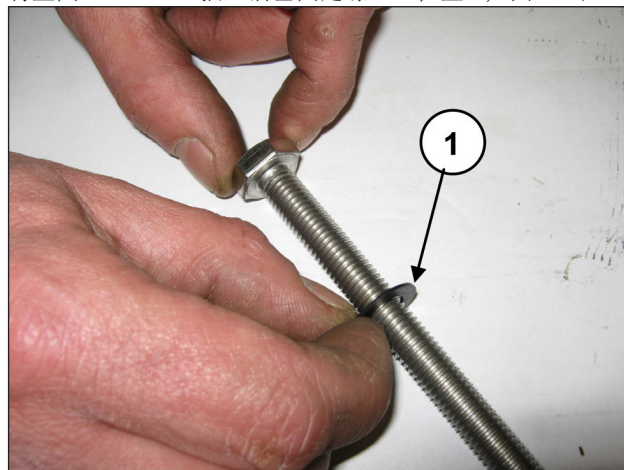

图 157
将垫圈010x18x0.9插入活塞固定螺丝（位置①，图 157）。